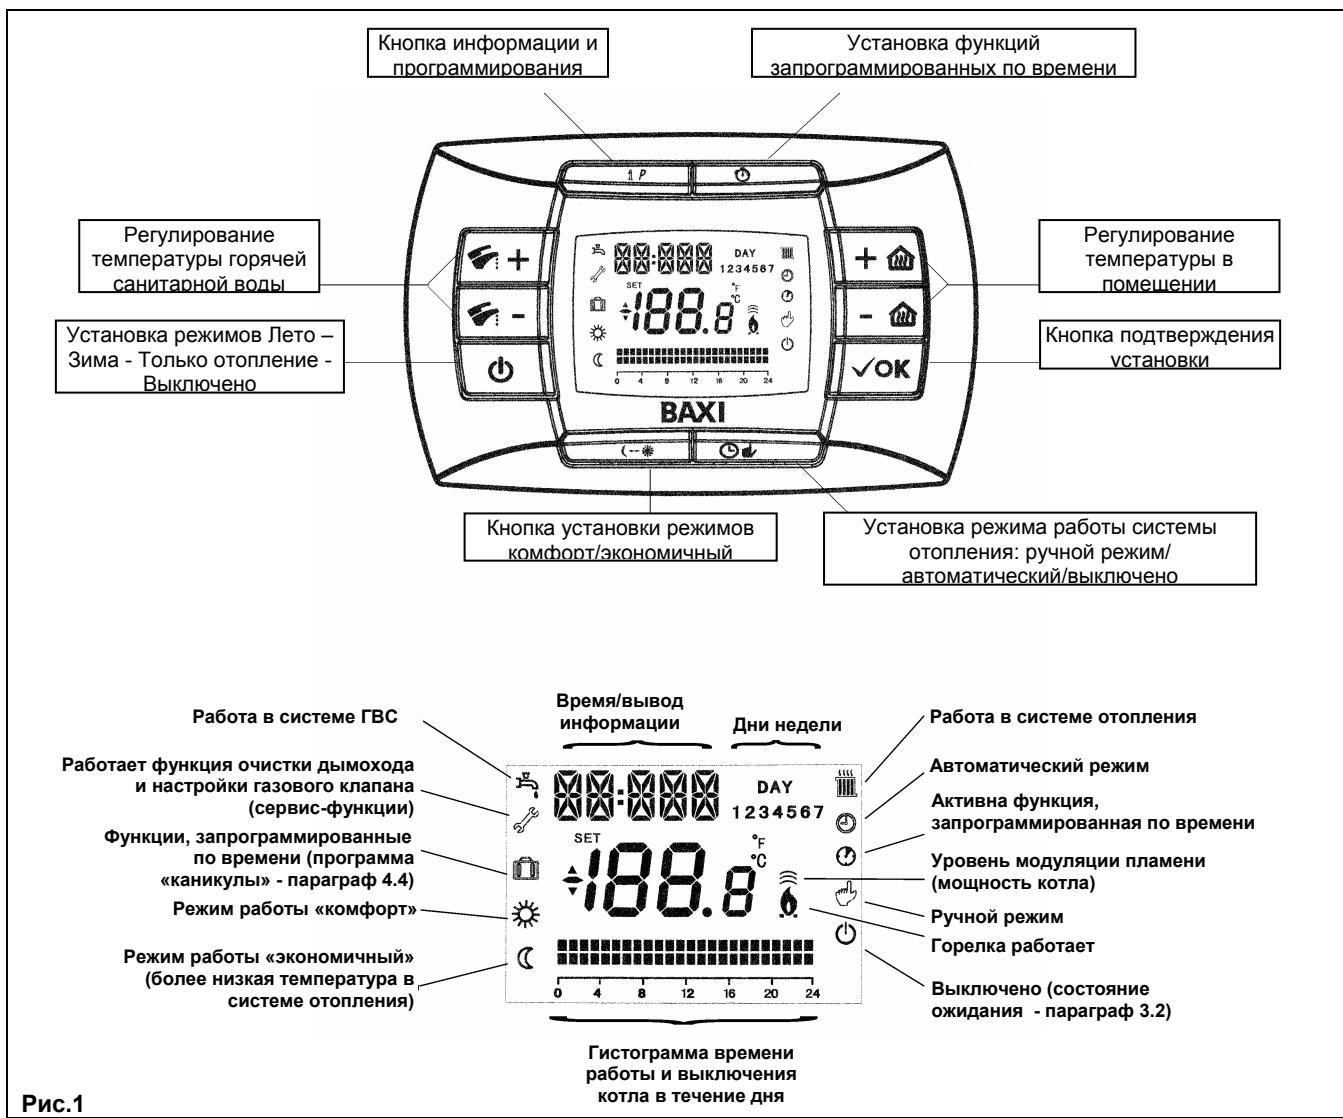

Рис.1
Регулирование температуры в помещении (III) и температуры горячей санитарной воды (IV) осуществляется с помощью кнопок +/- (см. рис.1).
Во время работы котла на систему отопления на дисплее (рис.1) появляется символ III и температура в помещении ($^{\circ}\text{C}$).
Во время работы котла на систему ГВС на дисплее (рис.1) появляется символ IV и температура в помещении.